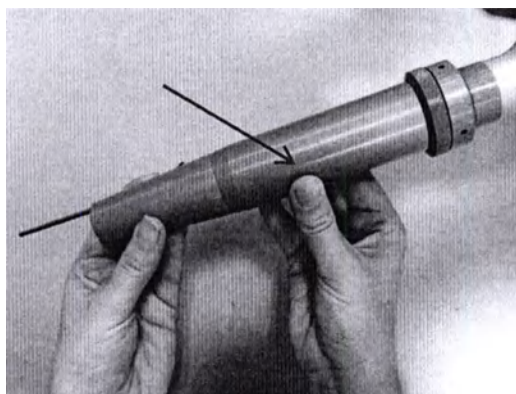

Рис. 12.17 – Части манипулятора с переменным диаметром пучка
12.8.2.1 Для того чтобы заменить либо очистить защитное окно манипулы, раскрутите части манипулы как показано на рис.12.17.